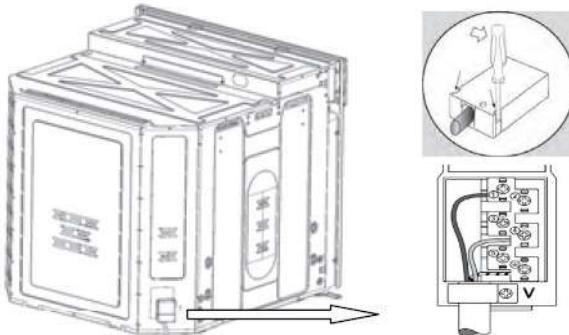

Рис.2
1. Откройте клеммную коробку при помощи отвертки, поместив ее под боковыми шпонками на крышке, потяните и откройте крышку (**см. Рис. 2**).
**СИНИЙ - (N)**
**КОРИЧНЕВЫЙ - (L)**